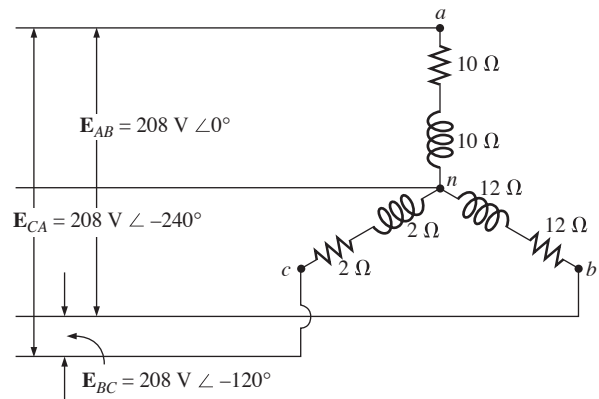

Figura 23.51 Problema 49.
- *49. Dado o sistema visto na Figura 23.51: